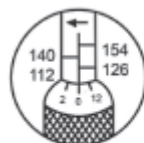

FIG1 112Nm
3. Sichern Sie den Griff durch Drehen der Kontermutter im Uhrzeigersinn. Der Schlüssel ist nun auf 118 Nm eingestellt und kann verwendet werden. Siehe Abbildung 1 und 2